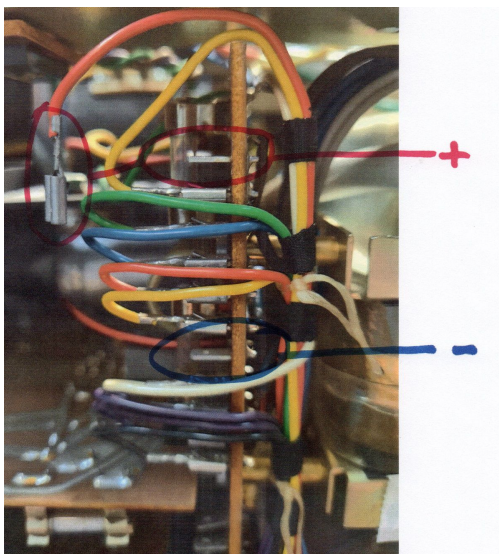

Figure 5
- Débrancher le câble rouge borne 1 (Figure 5) et le mettre dans le manchon isolant.
- rennen Sie die rote Kabelklemme 1 (Abbildung 5) und stecken Sie sie in die Isolierhülse.